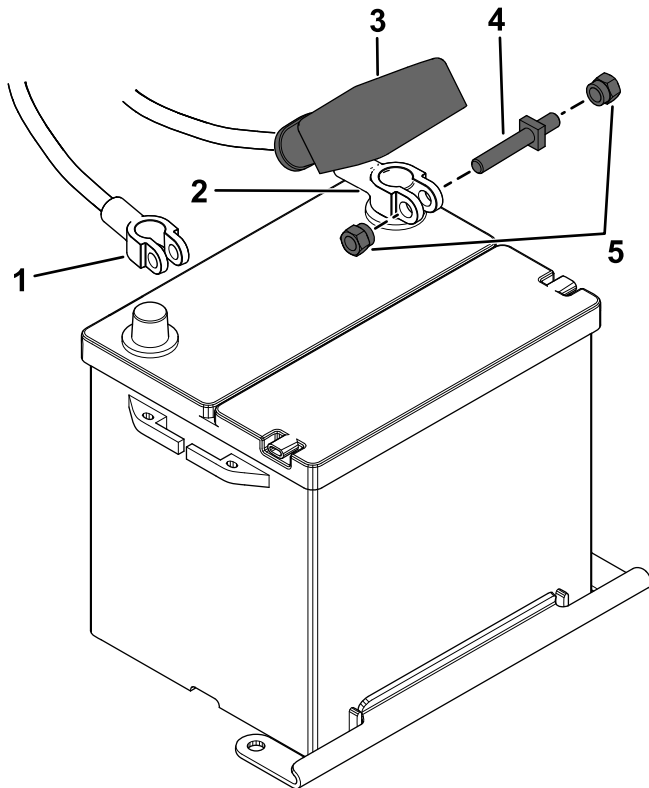

Figura 107
1. Desconecte los cables de la batería (Figura 107).
2. Conecte los cables de la batería (Figura 107).